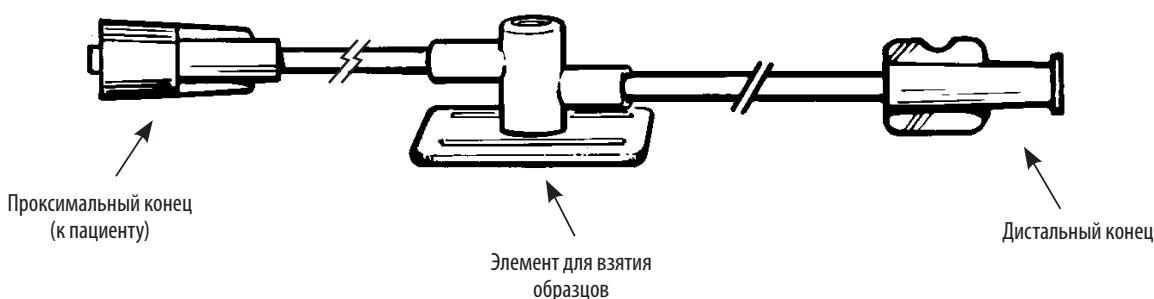

Рисунок 1
- Надежно подсоедините охватываемый винтовой люэрсовский соединитель на проксимальном конце комплекта к предварительно заполненному катетеру (Рисунок 1).